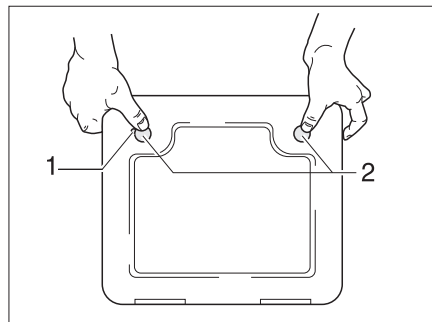

Bild 143 Klappe für die Toiletten-Kassette
- Die Klappe für die Kassette außen am Fahrzeug öffnen. Dazu den Schlüssel in den Schließzylinder des Druckschlösses (Bild 143,1) stecken und eine viertel Umdrehung drehen.
- Beide Druckschlösser (Bild 143,2) gleichzeitig mit dem Daumen drücken und die Klappe für die Kassette öffnen.